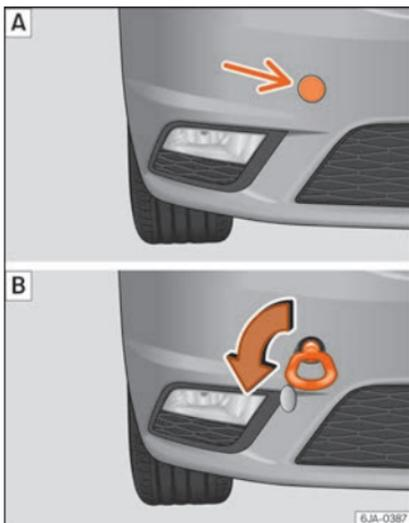

Fig. 85 Paragolpes delantero: tapa/montaje de la argolla de remolque.
- Haga presión en la zona izquierda de la tapa en el lugar de la flecha »» **fig. 85 [A]**.
- Enroscar la argolla de remolque a mano girándola hacia la izquierda hasta el tope »» **fig. 85 [B]**.